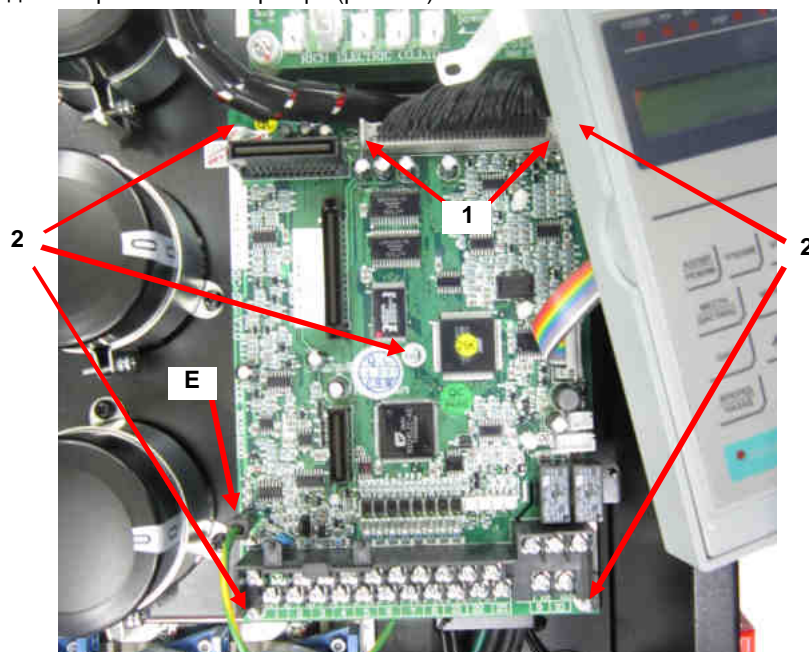

Рис. 6.4. Демонтаж платы ЦП.
6.4.1. Отжать в стороны фиксаторы разъема 1 на плате центрального процессора, отсоединить разъем шлейфа ЦП (рис.6.4).
6.4.2. Отвернуть пять винтов 2 и снять плату ЦП (рис.6.4).
6.4.3. Отсоединить провод заземления E (рис.6.4).